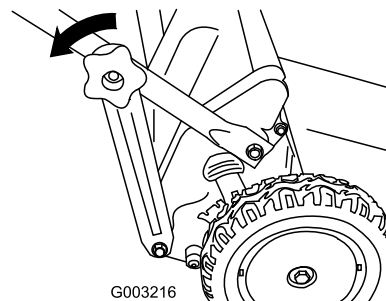

Figura 54
1. Togliete le manopole della sezione inferiore della stegola (Figura 54).
2. Staccate le staffe da entrambi i lati inferiori della stegola (Figura 54).